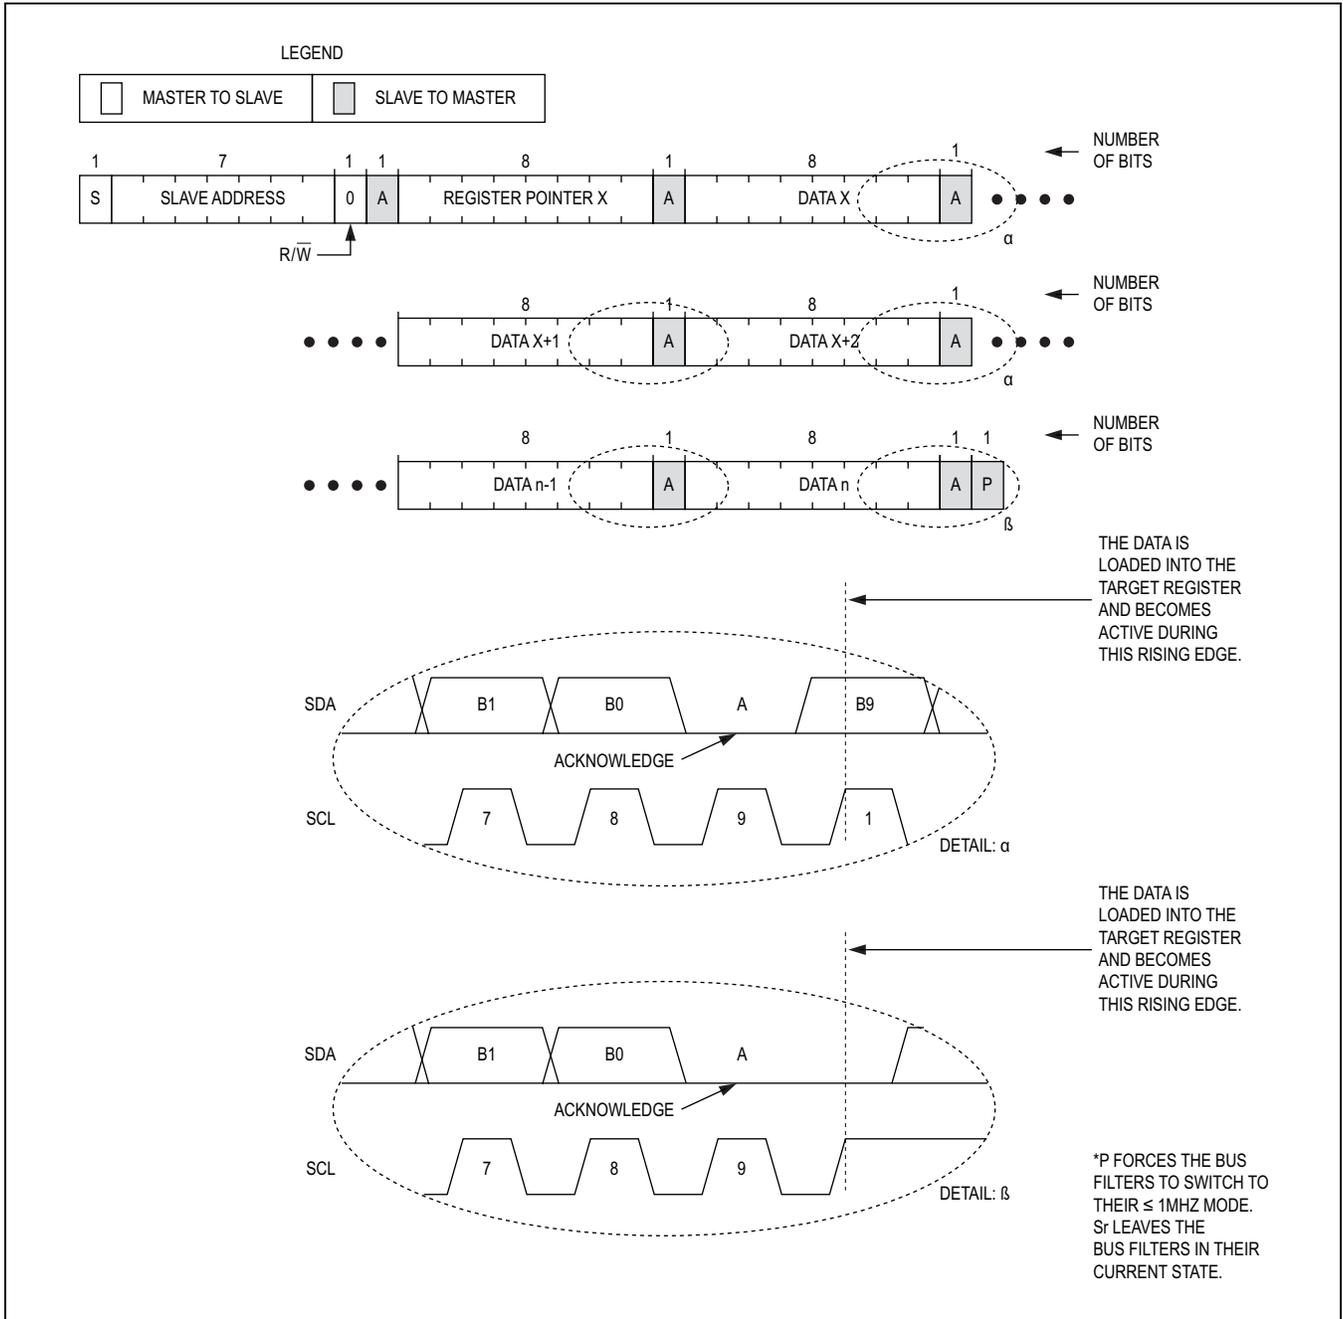

図 10. 連続するレジスタ X ~ N への書込み
図10は、連続するレジスタに書き込む際のプロトコルを示しています。このプロトコルはバイト書き込みプロトコルと似ていますが、マスターが最初のデータバイトを送信した後に書き込みを続行する点が異なります。書き込みを完了すると、マスターはSTOP (P)またはREPEATED START (Sr)を発行します。このプロトコルは、初期化中にデバイスを設定する際に推奨されます。連続するレジスタに書き込む際のプロトコルは、次のとおりです。